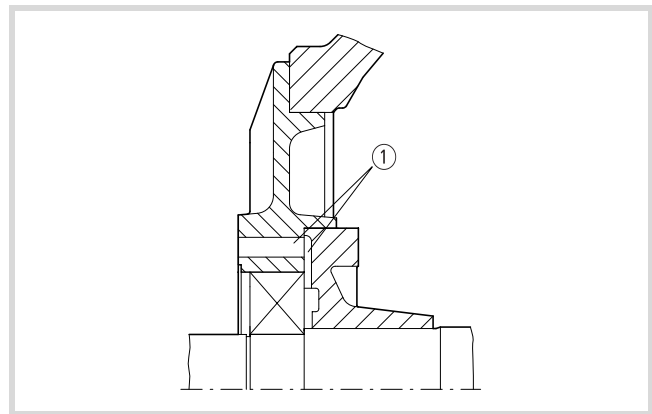

Figure 31 : Emplacement du canal de graissage
- Sur les moteurs avec dispositif de graissage, veillez à ce que les rainures de graissage soient correctement positionnées (→ fig. 31).